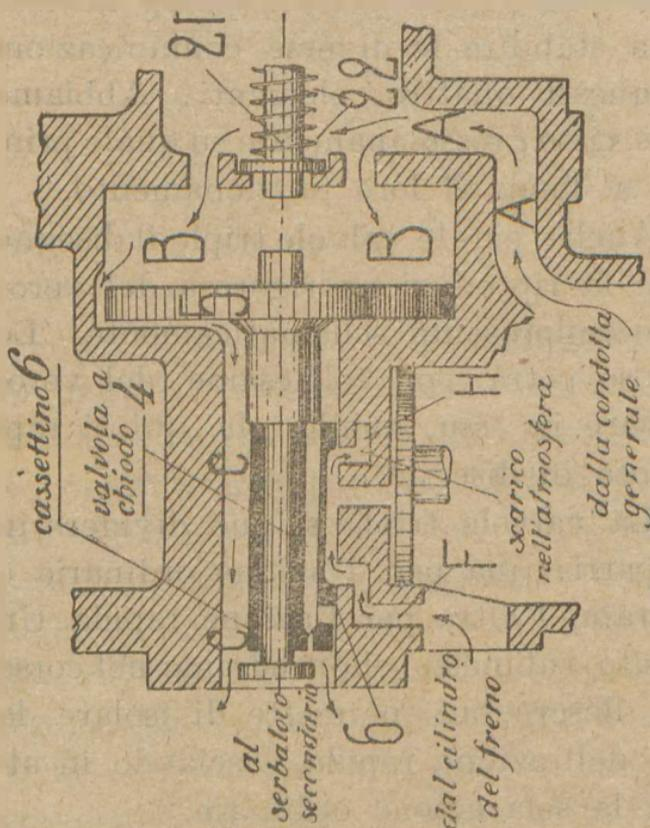

Fig. 24
Nelle *Fig. 24, 25 e 26* è rappresentata la parte dell'azione moderata e corrispondono: la 24 alla posizione di carica
45. L'uso della valvola di scarico dei serbatoi secondari merita un momento di attenzione. Se si deve annullare l'azione del freno in un veicolo, dopo averlo isolato portando la maniglia della valvola tripla in posizione obliqua, è bene scaricare il serbatoio secondario perchè, venendo a mancare la pressione nella camera B (*V. Fig. 24*), l'aria del serbatoio potrebbe spingere lo stantuffo 5 verso destra e aprirsi il passaggio nel cilindro del freno e frenare il veicolo. Per evitare un simile pericolo, quando si isola dal freno un veicolo si deve poi tenere aperta la valvola di scarico finchè esce aria e cioè finchè non è vuoto completamente il serbatoio secondario.